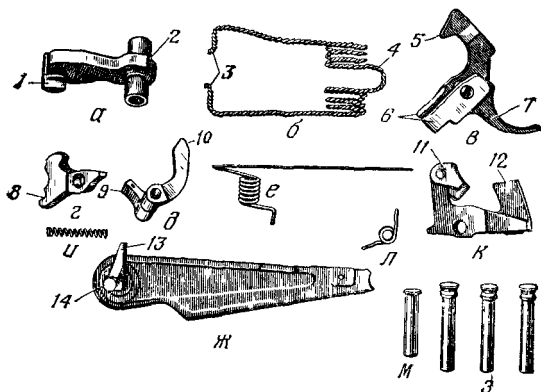

Рис. 41. Части ударно-спускового механизма:
21. Ударно-спусковой механизм (рис. 41) служит для спуска курка с боевого взвода или со взвода автоспуска, нанесения удара по удар-